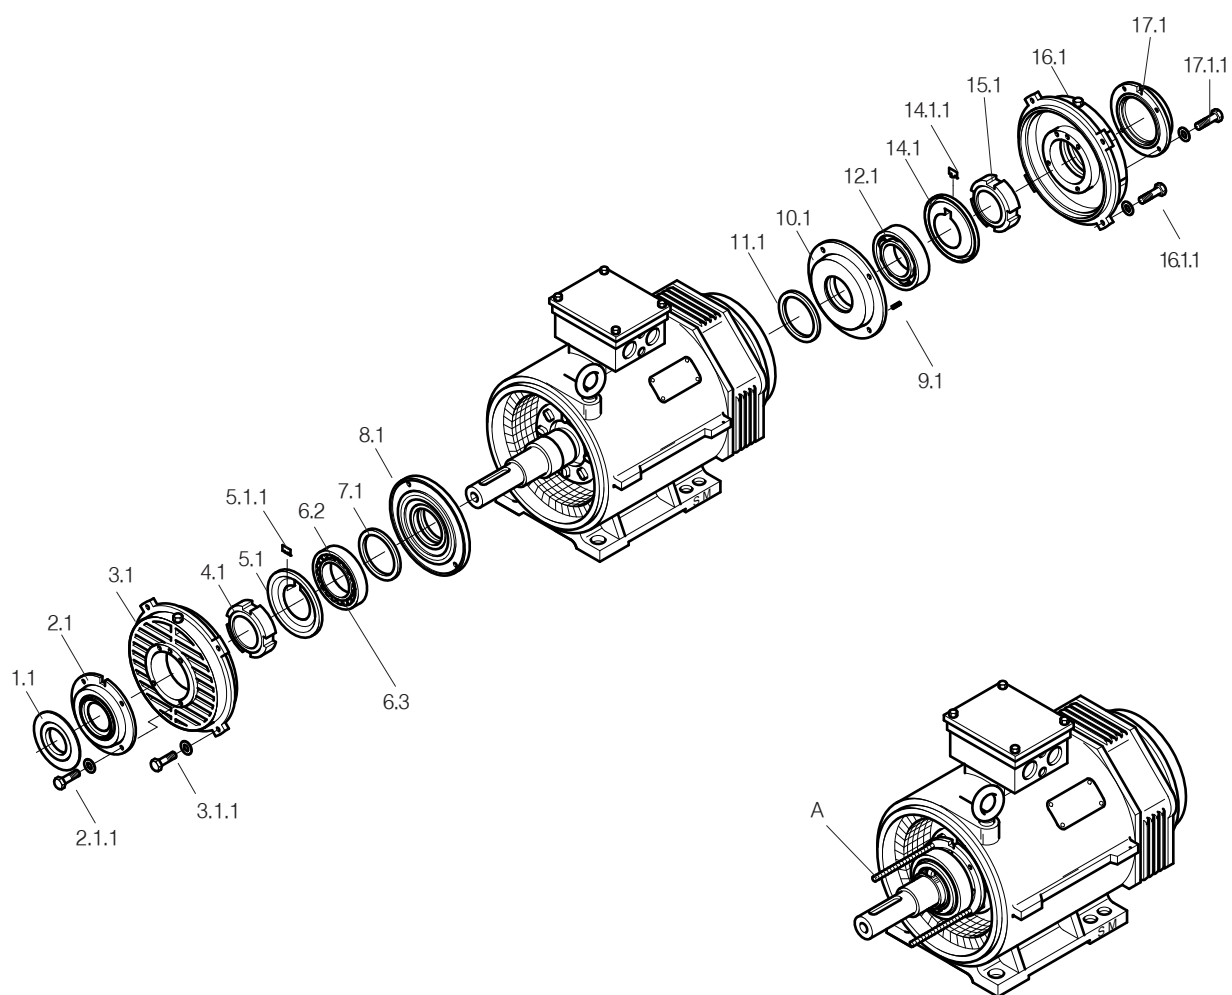

Рис. 16: Замена подшипников с высотой оси АН355+400
5.6.4 Монтаж ведущего роликоподшипника с цилиндрическими роликами и противоположного радиального шарикоподшипника. (Рис. 16)